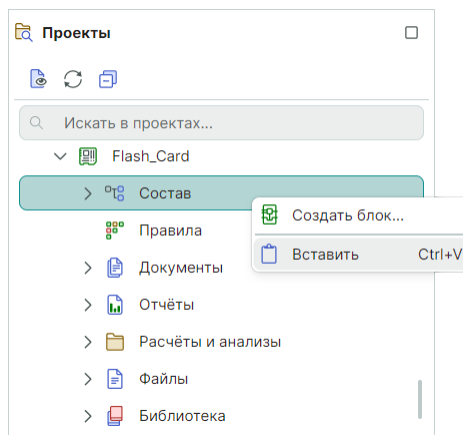

Рис. 254 Вставка блока в другой проект
1. Выберите другой проект в дереве проектов «Проекты» → «Состав», вставьте блок из буфера, см. Рис. 254.